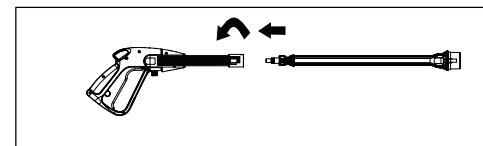

Figure 8
1. Insérer la lance à branchement rapide dans le pistolet et tourner dans le sens des aiguilles jusqu'à la butée positive tel qu'illustré sous la figure 8.